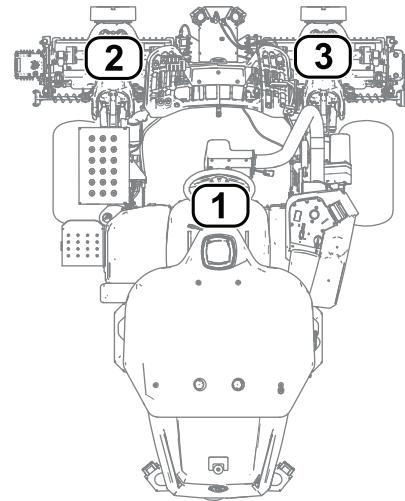

Bild 27
- 1 bezieht sich auf die mittlere Schneideeinheit (Bild 27)
- 2 bezieht sich auf die vordere linke Schneideeinheit (Bild 27)
- 3 bezieht sich auf die vordere rechte Schneideeinheit (Bild 27)